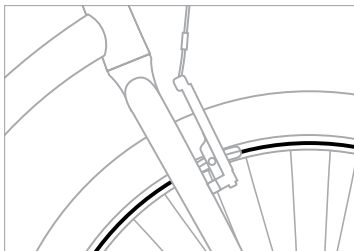

图 2.1 铝制轮圈磨损指示器。
- 轮圈周围有一个浅槽（图 2.1）。如果此浅槽无论从任何角度都不可见，则请更换此轮圈。